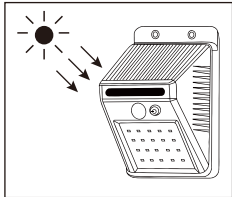

рис.2
- Выберите место установки светильника такими образом, чтобы на солнечную панель попадали прямые солнечные лучи. Не располагайте светильник в тени. (рис.2)